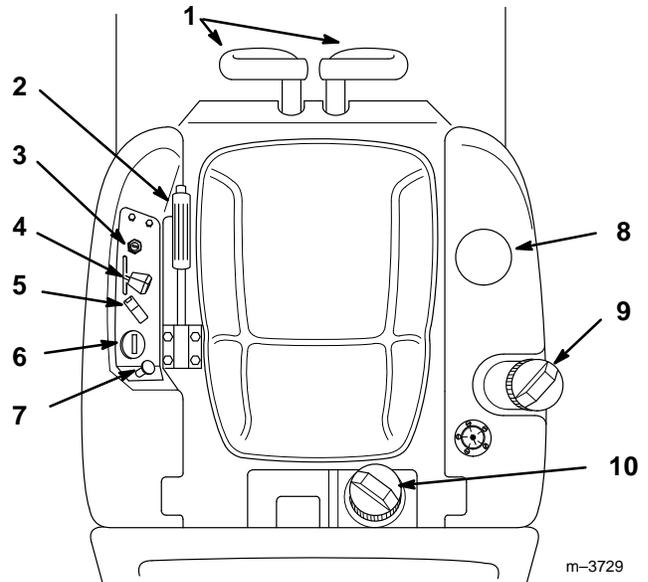

Abbildung 1
Machen Sie sich mit allen Bedienungselementen vertraut (Abb. 1) bevor der Motor gestartet und die Maschine eingesetzt wird.
1. Die Fahrtregler auf Neutral stellen (Abb. 1).